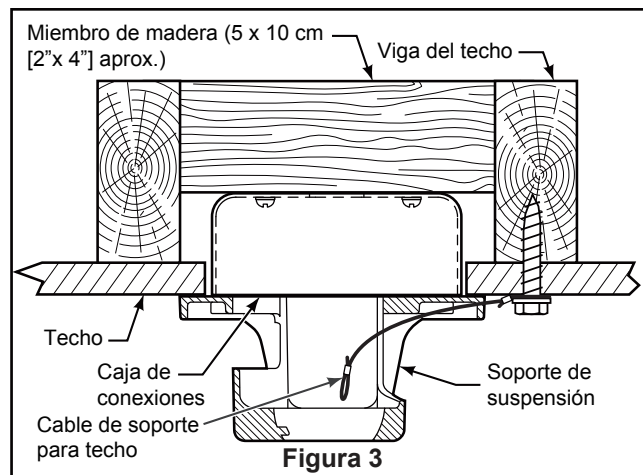

Figura 3
Uso del soporte (Figura 3)
3. Afloje los dos tornillos de fijación del soporte del barral de soporte para techo a través de la varilla. Introduzca los cables de color negro, blanco, azul y cable de seguridad a través de la varilla. (Figura 3)
1. Perfore un orificio de 1/4" en la estructura del edificio para evitar grietas con la instalación del tornillo de intervalo. Utilice el tornillo de intervalo de 3/8"x 2" y la arandela plana para fijar el cable de seguridad a la viga del techo o a la estructura de madera. Dicho tornillo pasará a través de arandela plana, la presilla del cable de seguridad y se fijará en la estructura del edificio. (Figura 3)
NOTA: el cable de soporte para techo no se puede asegurar solamente a la caja de conexiones; se debe asegurar directamente a la viga de techo o miembro estructural con el tornillo de cabeza cuadrada de 3/8"x2" y la arandela plana. (Figura 3)
- ☐ 3. Retire uno de los tres tornillos del soporte. Ajuste la cubierta del soporte del interruptor a la brida de soporte rotando la placa y colocando correctamente los tornillos en los orificios de las ranuras. Instale el tercer tornillo en el orificio restante. Ajuste completamente los tres tornillos. (Figura 3)